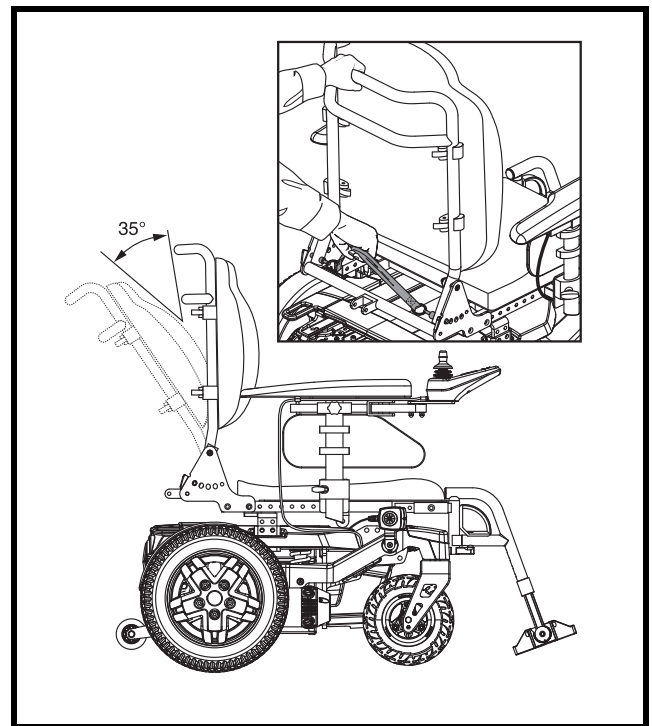

Figura 12. Regolazione manuale del reclino dello schienale
1. Tirare la fascetta di regolazione sulla parte inferiore dello schienale. **Vedere figura 12.**